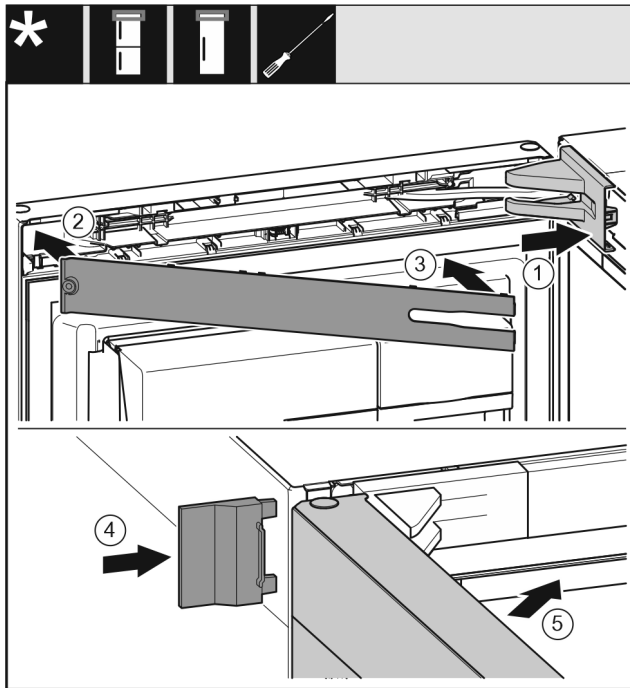

Fig. 39
- ▶ Встановіть та зафіксуйте кришку опорного кронштейна, у разі необхідності — обережно розтисніть. Fig. 39 (1)
- ▶ Встановіть панель. Fig. 39 (2)
- ▶ Поверніть і зафіксуйте панель. Fig. 39 (3)
- ▶ Насуньте зовнішню кришку. Fig. 39 (4)
- ▶ Закрийте верхні дверцята. Fig. 39 (5)